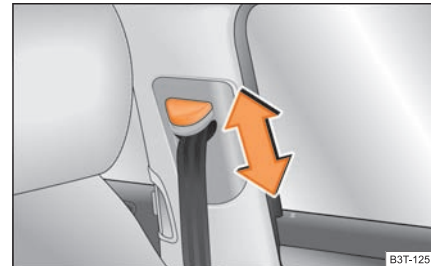

Fig. 167 Scaun față: Reglarea pe înălțime a centurii
- Împingeți dispozitivul în poziția dorită în sus sau în jos ⇒ fig. 167. ▶